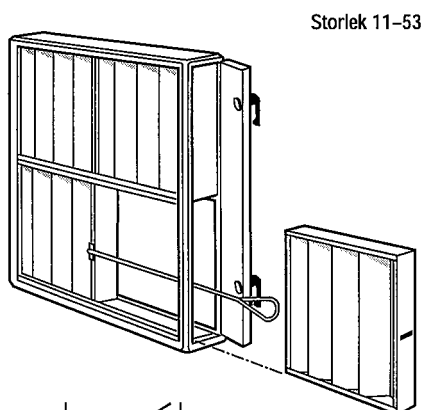

Fig. 1
- Dra ut de gamla filterkassetterna ur gejderna i aggregatet. Vid storlek 32 och 41–53, använd medlevererad dragkrok för att dra ut de inre kassetterna, se fig. 1.
- Dra ut filterkassetterna ur apparathöljet. Vid EUPA, storlek 32 och 41–53 används medlevererad dragkrok för att dra ut de inre kassetterna, se fig. 1.